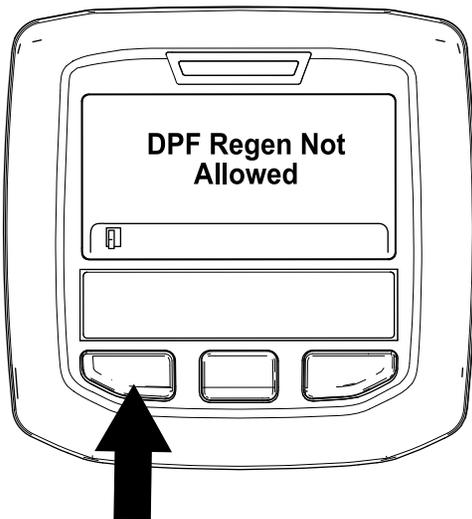

Figure 41
- Si le processus de régénération n'est pas autorisé par le calculateur moteur, le message « DPF Regen Not Allowed » (régénération du FAP non autorisée) s'affiche sur l'InfoCenter (Figure 41). Appuyez sur le bouton gauche pour quitter l'écran d'accueil.